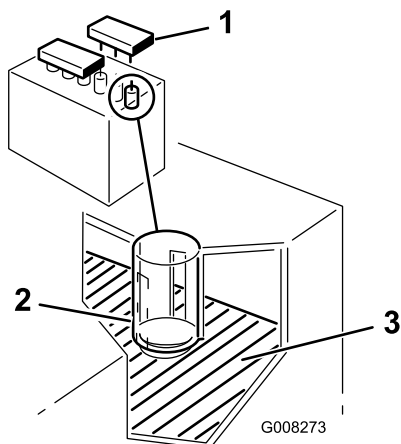

Figura 30
2. Togliete i tappi di riempimento. Se l'elettrolito non raggiunge la parte inferiore del tubo (Figura 30), aggiungete la quantità necessaria di acqua distillata; vedere Aggiunta di acqua alla batteria.
2. Togliete i tappi di riempimento (Figura 30).
3. Versate lentamente dell'acqua distillata in ogni elemento della batteria, finché non raggiunge la parte inferiore del tubo (Figura 30).